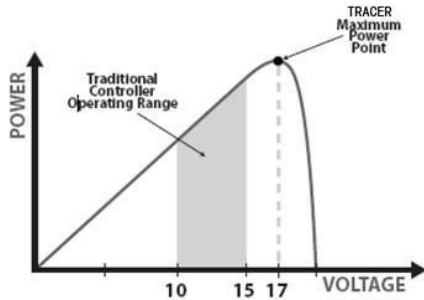

Figura 4-1 Voltaje nominal del módulo 12V, curva IV y gráfico de potencia de salida.
(1) Energía de entrada al regulador = Energía de salida del regulador.
(2) Voltaje de entrada * amperaje de entrada = voltaje de salida * amperaje de salida
* Suponiendo 100% de eficiencia. En realidad, las pérdidas en el cableado y la conversión de existen. Si el Vmp del módulo solar es mayor que el voltaje de la batería, se deduce que la corriente de la batería debe ser proporcionalmente mayor que la entrada de corriente solar para que la entrada y salida de potencia estén equilibrados. Cuanto mayor es la diferencia entre la tensión máxima potencia y voltaje de la batería, mayor será la corriente. La corriente puede ser alta en los sistemas donde el conjunto solar es de una tensión nominal mucho más alta que la batería. • Esto es una ventaja sobre los tradicionales controladores tradicionales, que conectan el módulo solar directamente a la batería durante la carga. Esto requiere que el módulo solar operar en un rango de voltaje que está por debajo de Vmp del módulo. En un sistema de 12V por ejemplo, la tensión de la batería puede variar de 11-15Vdc pero Vmp del módulo es típicamente alrededor de 16 o 17V. La Figura 4-1 muestra una típica VS actual, la curva de salida de tensión para un módulo de 12V nominales.
El Vmp del campo solar es el producto de donde multiplicando el voltaje por el amperaje se obtiene la mayor potencia, cuando se supera cae en picado la potencia, como se muestra en la Figura 4-1. Dado que los controladores tradicionales no funcionan a la Vmp de los módulos solares (s), se desperdicia energía que de otro modo podría ser utilizado para cargar la batería. Cuanto mayor es la diferencia entre la tensión de la batería y el Vmp del módulo, más energía se desperdicia. Regulador de tecnología MPPT siempre funcionará a la Vmp, obteniendo menor pérdida de energía en comparación a los reguladores tradicionales.